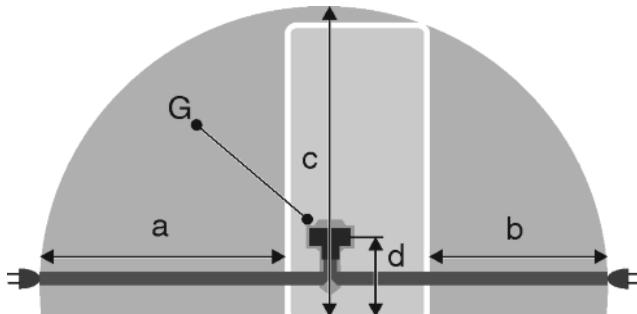

Fig. 27
- Контактът трябва да е извън зоната на задната страна на уреда и в рамките на дефинираната зона Fig. 27 (a, c).
- Включете щепсела на уреда Fig. 27 (G) от задната страна на уреда. Обърнете внимание на доброто фиксиране.